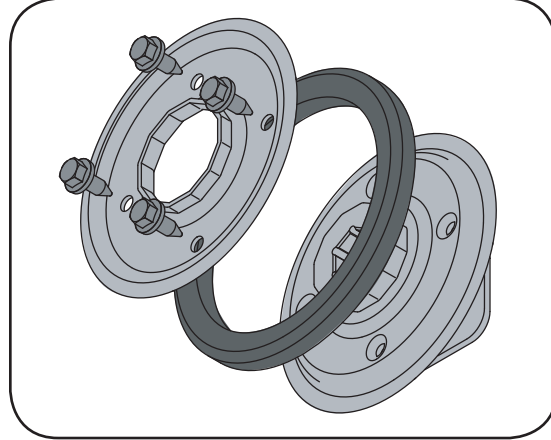

Figure 6-16
- 4. Enlevez les quatre vis qui maintiennent les plaques latérales de la roue de freinage. Voir la Figure 6-16.